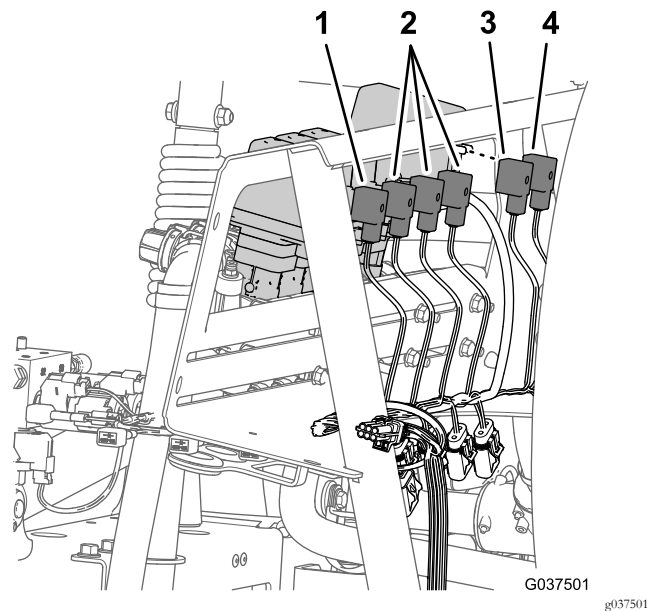

Рисунок 22
2. В задней части крепления коллектора отсоедините 3-гнездовой соединитель от клапана перемешивания и 3-гнездовые соединители от 3 клапанов секций стрелы (Рисунок 22).